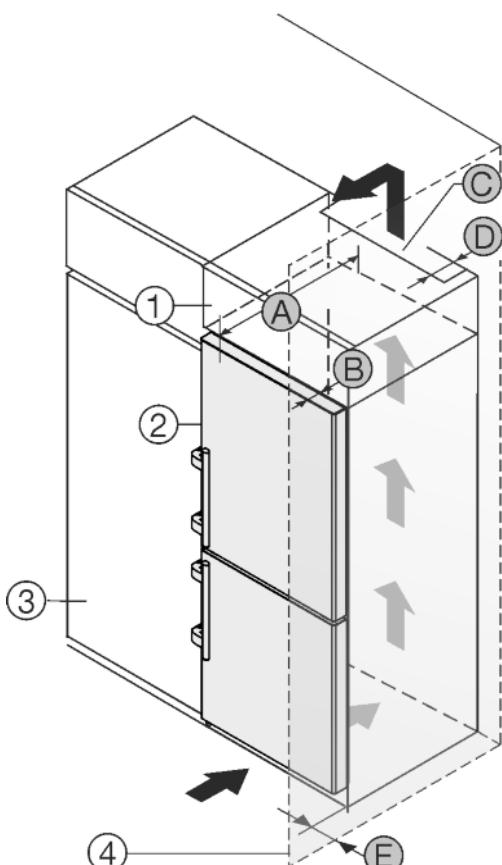

Fig. 51
Uredaj se može adaptirati za ugradnju u kuhinjske ormare. Kako biste uređaj Fig. 51 (2) prilagodili visini kuhinjskog namještaja, iznad uređaja možete postaviti viseći ormara Fig. 51 (1).
Uredaj se može postaviti direktno uz kuhinjski ormara Fig. 51 (3). Kako biste vrata mogli potpuno otvoriti, uređaj mora biti za dubinu Fig. 51 (B) ispred u odnosu na prednjicu kuhinjskog ormara. Ovisno o dubini kuhinjskih ormara i uporabi zidnih distancera, uređaj može i dalje stršati.
- Na stražnjoj strani visećeg ormara treba postojati otvor za odzračivanje dubine Fig. 51 (D) po cijeloj širini visećeg ormara.
- Ispod stropa prostorije treba poštivati ventilacijski presjek Fig. 51 (C).
Kada se uređaj postavlja s okovima pored zida Fig. 51 (4), treba poštivati razmak Fig. 51 (E) između uređaja i zida. To odgovara stajanju ručice kod otvorenih vrata.